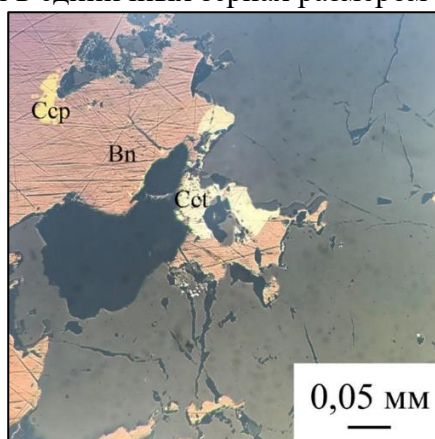

Рисунок 5 – Микрофотография халькозина (Cct) в сростании с борнитом (Bn).
*Халькозин* развивается по борниту и присутствует в виде выделений неправильной формы (рисунок 5). Он обнаружен в единичных зёрнах размером около 0,05 мм.